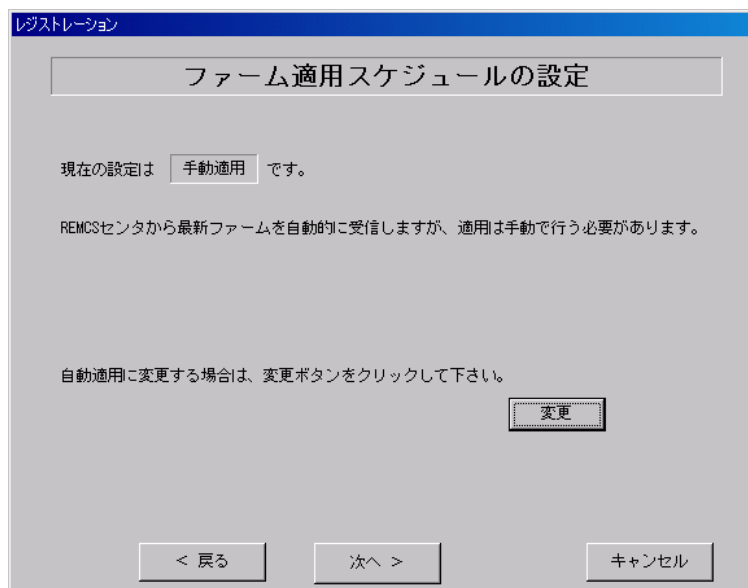

図 4-51 ファーム修正適用のスケジュール設定(P-P 接続)
- 21 ファーム修正適用のスケジュールを設定します(図 4-51、表 4-29)。手動適用/自動適用のいずれかを指定できます。[変更]ボタンをクリックしてご希望の適用方法に合わせてください。